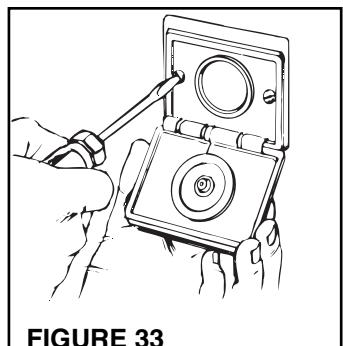

FIGURE 33
- Insérez la prise murale dans le support et fixez-la avec les deux vis fournies (Figure 33).